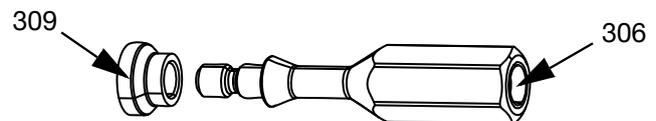

FIG. 15
5. Aplique el adhesivo anaeróbico azul suministrado en las roscas inferiores de las roscas del eje de pistón (410).
6. Vuelva a instalar el adaptador de eje (306) y apriete a un par de 2,3 N•m (20 lb-pulg.) usando una llave de 6 mm o una llave de pata de gallo (crowfoot).
7. Vuelva a instalar la sección de fluido (E) y el Bloque de salida (N).
8. Deslice el asiento (307) en el adaptador de eje (306).
9. Deslice el asiento de la boquilla (309) en el adaptador de eje (306). Observe la orientación del asiento de la boquilla y del adaptador de eje en la FIG. 15.